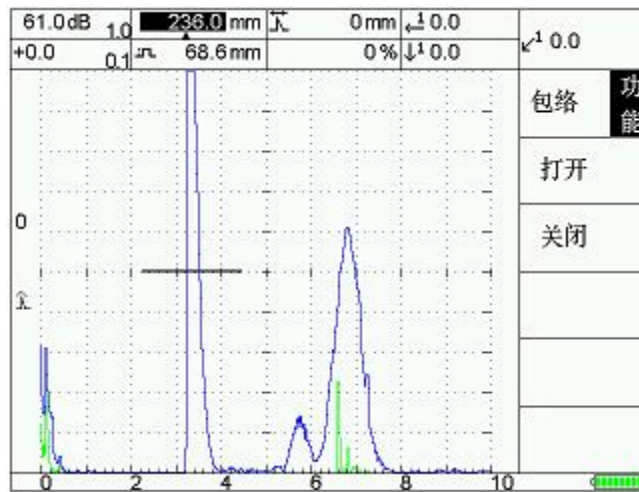

图 5-13
(5) 此时在波形显示区出现与波形不同颜色的轨迹线，即包络线，见图 5-13。
(6) 按[B]可关闭包络功能。